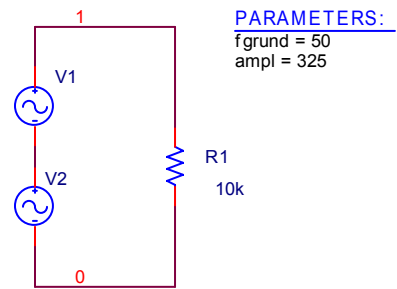

Abb. 8
- a) Die Spannungsquellen V1 und V2 sollen unter Verwendung der Variablen „fgrund“ und „ampl“ aus Abb. 8 definiert werden. (Das Ergebnis finden Sie in Abb. 11)